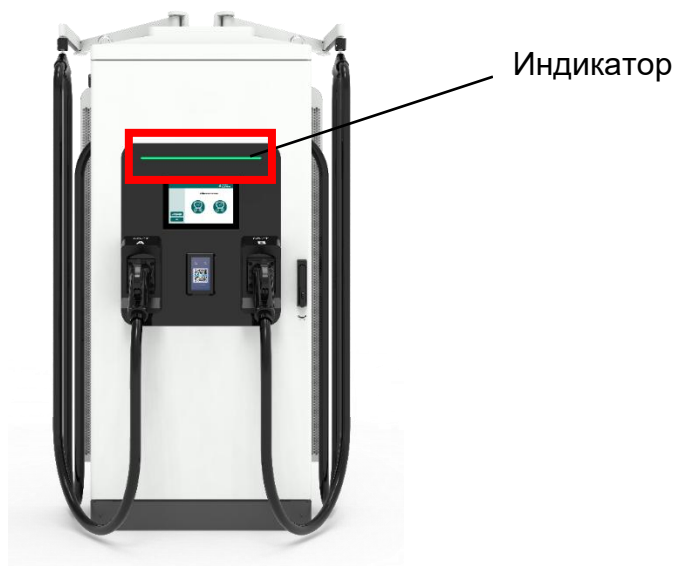

Рисунок 11 – Индикатор зарядной станции.
2.3.4 Индикатор зарядной станции (рисунок 11) разделен на две секции, каждая из которых отображает состояние одного из двух зарядных коннекторов, при этом используются различные цвета: